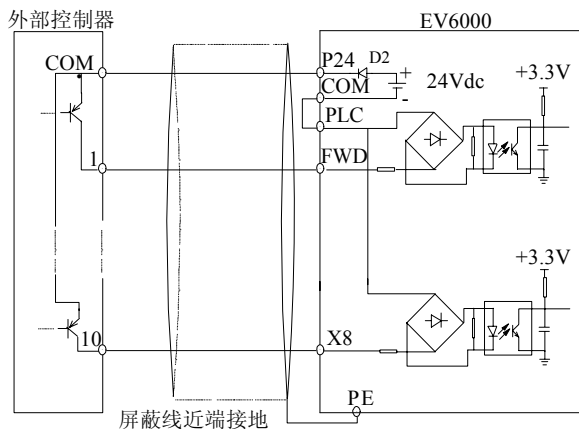

图4-20 使用变频器内部+24V 电源的漏极连接方式
2) 使用变频器内部+24V 电源,外部控制器为 PNP 型的共发射极输出的连接方式(注意去除 PLC 与 P24 端子间的连接线),如图 4-20 所示。